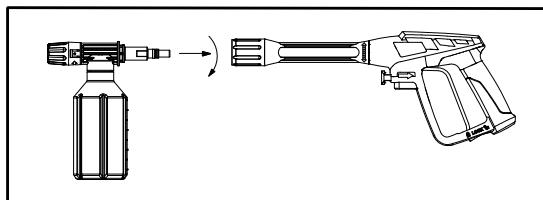

Figura 8 - Atașați aplicatorul la pistol
4. Ataşați aplicatorul de detergent la pistol. (A se vedea figura 8)